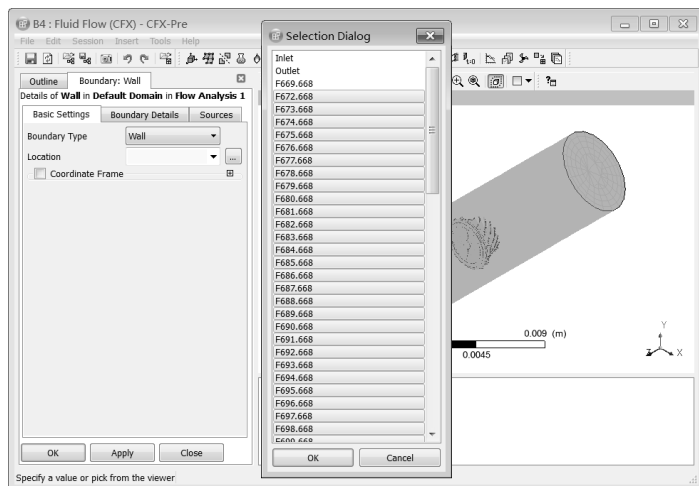

图 17-66 墙壁设置
Step10：同样，单击工具栏中的 （边界设置）按钮，在弹出的对话框中输入 Wall，单击 OK 按钮，在出现的如图 17-66 所示的 Boundary: Wall 对话框中做如下设置。